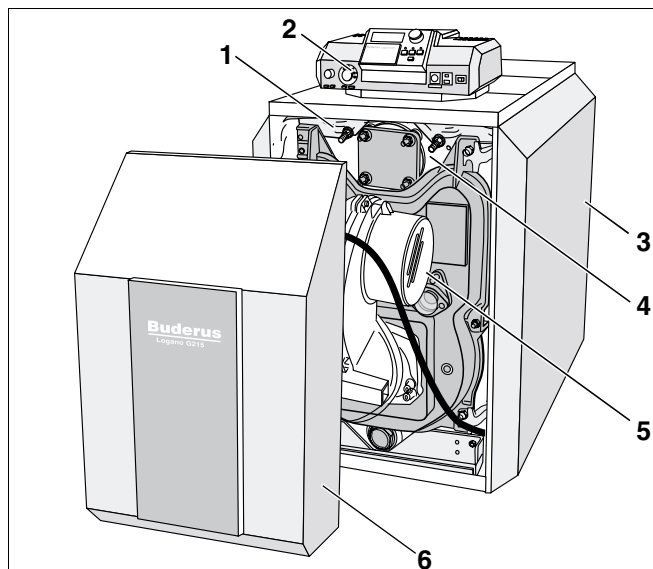
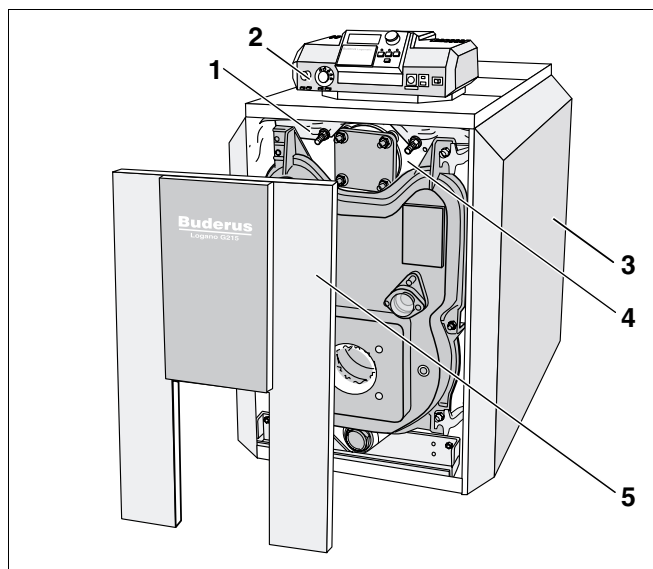

Fig. 1 Caldeira especial a gasóleo/gás Logano G215 com queimador Logatop
Fig. 2 Caldeira especial a gasóleo/gás Logano G215
A caldeira especial a gasóleo/gás Logano G215 (fig. 1) vem equipada de fábrica com um queimador Logatop (fig. 1, **item 5**).
O técnico especializado equipará a caldeira especial a gasóleo/gás Logano G215 (fig. 2) com um queimador adequado à mesma.
Os componentes principais da caldeira especial a gasóleo/gás Logano G215 com queimador Logatop (fig. 1) e da caldeira especial a gasóleo/gás Logano G215 (fig. 2) são:
- Bloco da caldeira (fig. 1 e fig. 2, **item 4**) e queimador (fig. 1, **item 5**).
- Revestimento da caldeira (fig. 1 e fig. 2, **item 3**), isolamento térmico (fig. 1 e fig. 2, **item 1**) e cobertura do queimador (fig. 1, **item 6**) ou revestimento da porta do queimador (fig. 2, **item 5**).
- Aparelho de regulação (fig. 1 e fig. 2, **item 2**).